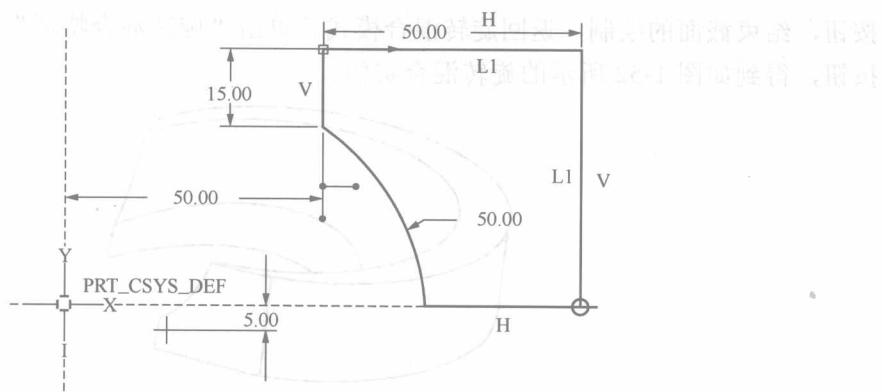

图 1-49 绘制第一个混合截面
(2) 系统进入草绘模式，在草绘环境中使用创建参照坐标系按钮，在绘图区的任意一点建立一个相对坐标系，并绘制如图 1-49 所示的截面，标注相应尺寸。